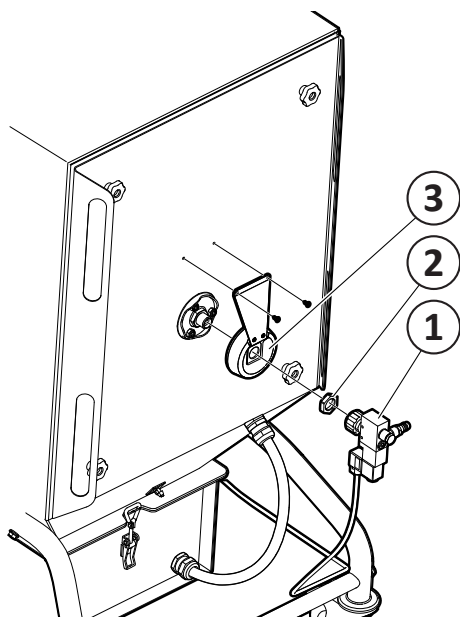
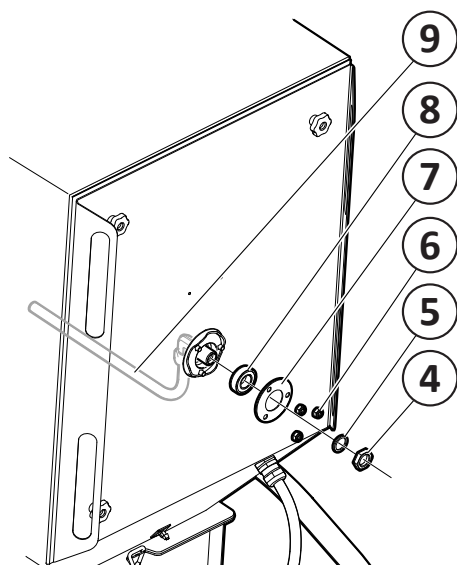

Fig. 18
Fig. 19
1. Das Druckluftventil (1) losschrauben, **Fig. 18**.
2. Die Mutter (2) losschrauben.
3. Den Berührungsschutz (3) losschrauben.
4. Die Mutter (4) für die Düse (9) losschrauben und die Unterlegscheibe (5) abmontieren, **Fig. 19**.
- Berührungsschutz (3), Mutter (2) und Druckluftventil (1) wieder anbringen, **Fig. 18**.